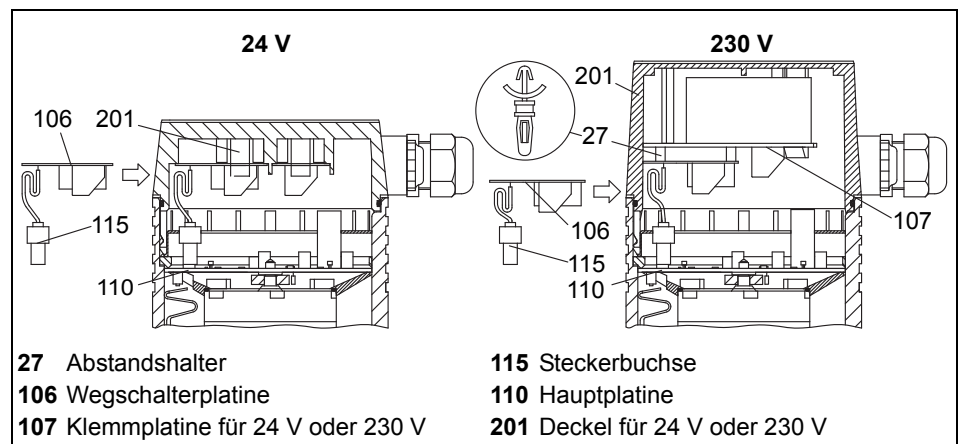

Bild 11 Einbau der Wegschalterplatine im Deckel
2 **24 V:** Wegschalterplatine (106) in die Rasthaken des Deckels (201) einklipsen *Bild 11* auf Seite 19.